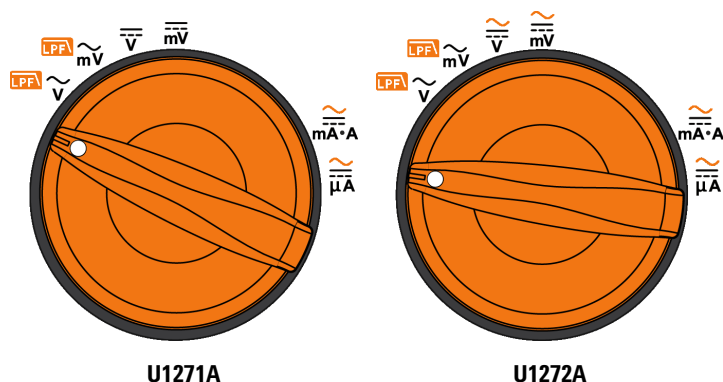

Figura 2-35 Funciones que permite la medición de frecuencia
Su multímetro permite la monitorización simultánea de la tensión o corriente en tiempo real, con las mediciones de frecuencia, ciclo de trabajo, o ancho de pulso. La Figura 2-35 resalta las principales funciones que permiten mediciones de frecuencia en su multímetro.
1 Para medir la frecuencia, gire el interruptor a una de las principales funciones que permite mediciones de frecuencia resaltadas en la Figura 2-35.
- 1 Para medir el ancho de pulso, coloque el selector giratorio en una de las funciones que permite mediciones de frecuencia como se muestra en la Figura 2-35.
- 1 Para medir el ciclo de trabajo, coloque el selector giratorio en una de las funciones que permite mediciones de frecuencia como se muestra en la Figura 2-35.